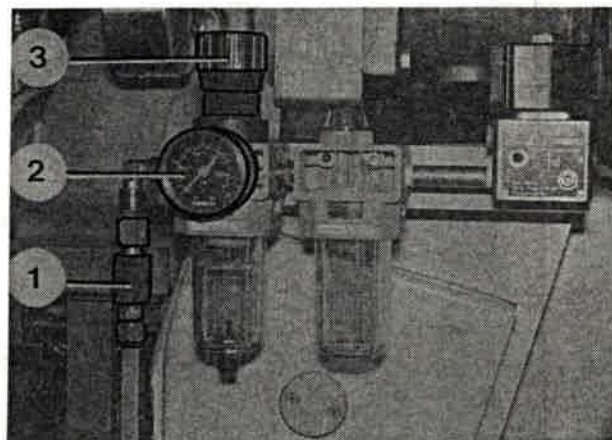

Bild 144
4. Druckluftzufuhr am Schieberventil (Bild 144/1) einschalten. Am Manometer (Bild 144/2) prüfen, ob ein Druck von 1 bar eingestellt ist, ggf. Druck durch Drehknopf (Bild 144/3) berichtigen.
2. Druckluftzufuhr am Schieberventil (Bild 144/1) einschalten.